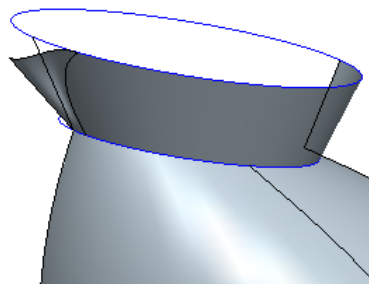

图 5-91 创建的连接曲面
- 单击操控板中的“确定”按钮, 创建的连接曲面如图 5-91 所示。